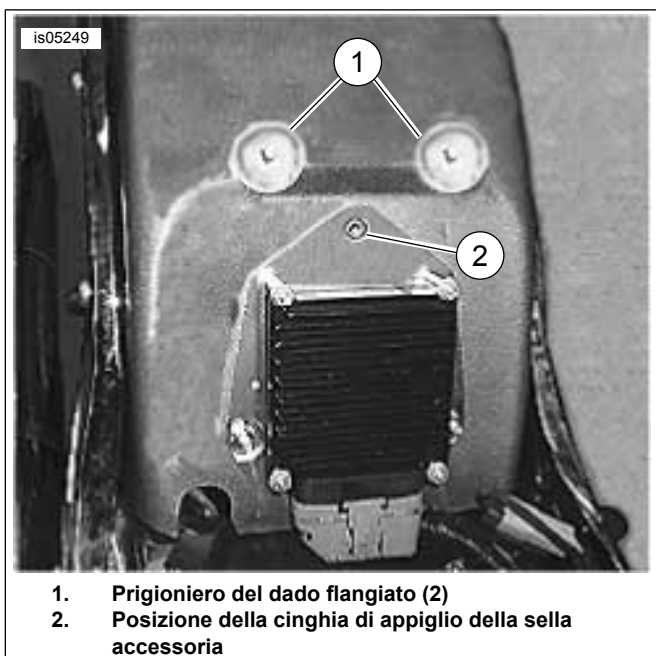
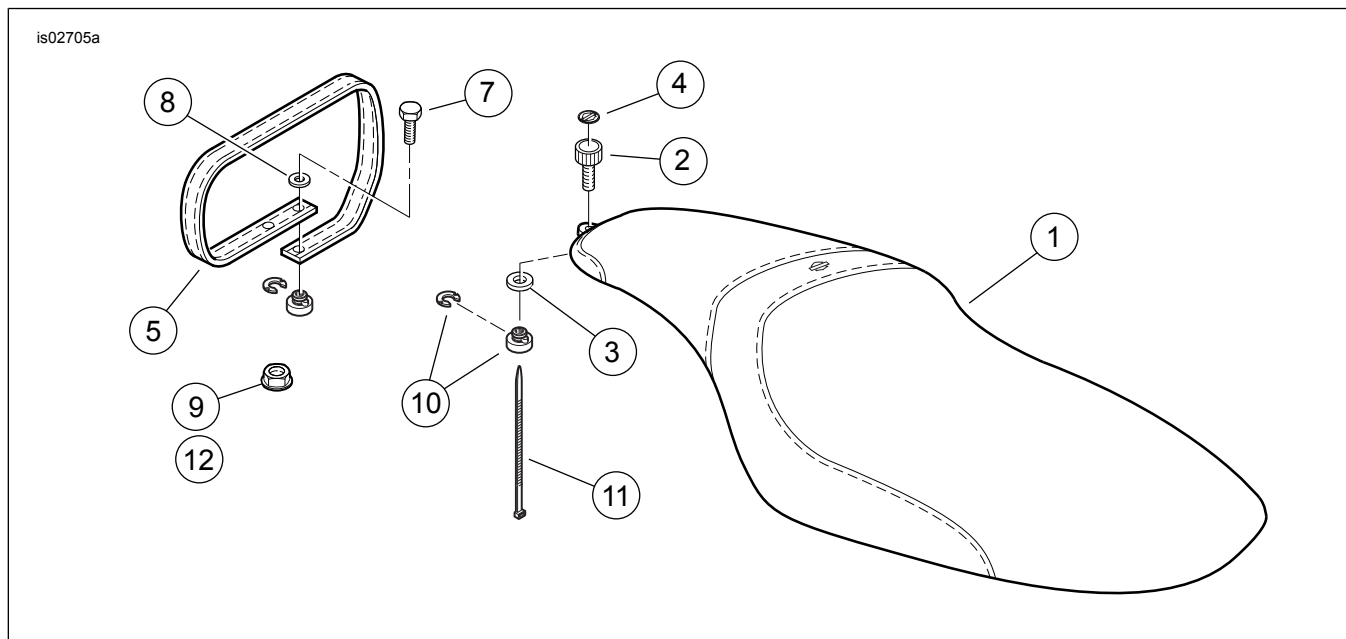

Figura 1. Posizione di installazione della cinghia di appiglio e del dado flangiato (illustrato il modello FLSTF)
Figura 3. Parti di ricambio, selle personalizzate Softail
Per un elenco completo del contenuto del kit, vedere Figura 3 e Tabella 2.
3. Vedere Figura 3. Installare i due dadi flangiati (9) del kit sui prigionieri di montaggio della cinghia di appiglio originale (come illustrato nell'Figura 1, elemento 1).
4. Vedere Figura 3. Prendere dal kit il kit dado della sella (10) e la fascetta fermacavi (11). Installare il dado e la rondella sul foro di montaggio più arretrato della sella nel parafango posteriore.
3. Inclinare leggermente la sella e installare la cinghia di appiglio nel punto di aggancio della cinghia di appiglio della sella accessoria (come mostrato in Figura 1) con la vite (7) e la rondella (8) del kit. Serrare a fondo.
5. Fissare la sella sul parafango con il pomello zigrinato (2) e la rondella di neoprene (3) del kit.
1. Vedere Figura 3. Installare la cinghia di appiglio (5) del kit nel punto di aggancio della cinghia di appiglio della sella accessoria (come mostrato nell' Figura 1) con la vite (7) e la rondella (8) del kit.
2. Far scorrere la parte posteriore della **nuova** sella (1) attraverso la cinghia di appiglio.
2. Vedere Figura 3. Rimuovere il rivestimento dalla parte posteriore adesiva del marchio Bar & Shield (4). Girare il marchio fino ad ottenere l'aspetto desiderato e applicarlo nella rientranza centrale del pomello zigrinato. Applicare al marchio una pressione uniforme per un minuto, per verificare che aderisca perfettamente.